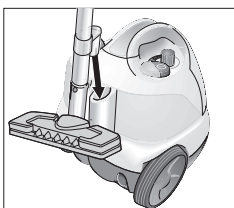

Fig. 8: Poziția de parcare
- În cazul întreruperii activității pentru o durată scurtă, țeava de prelungire, împreună cu duza montată, poate fi introdusă în poziția de parcare (vezi fig. 8).